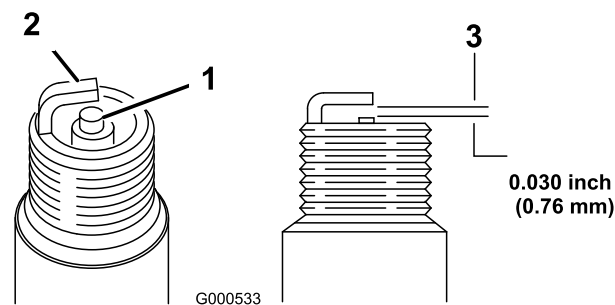

Figura 39
1. Controllate il centro della candela (Figura 39). Se l'isolatore è marrone chiaro o grigio, il motore funziona correttamente. Una patina nera sull'isolatore significa in genere che il filtro dell'aria è sporco.
2. Controllate la distanza tra gli elettrodi centrale e laterale (Figura 39). Se la distanza non è esatta, piegate l'elettrodo laterale (Figura 39).